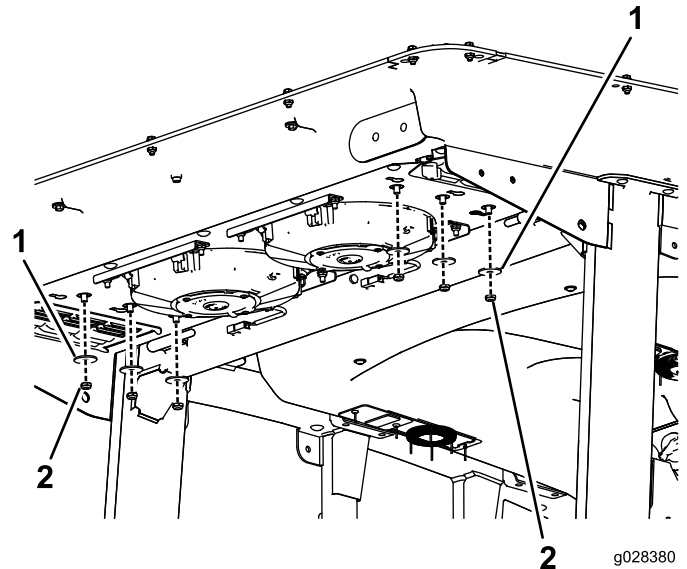

Рисунок 54
2. Отверните 6 гаек и снимите шайбы внизу в задней части кабины (Рисунок 54).